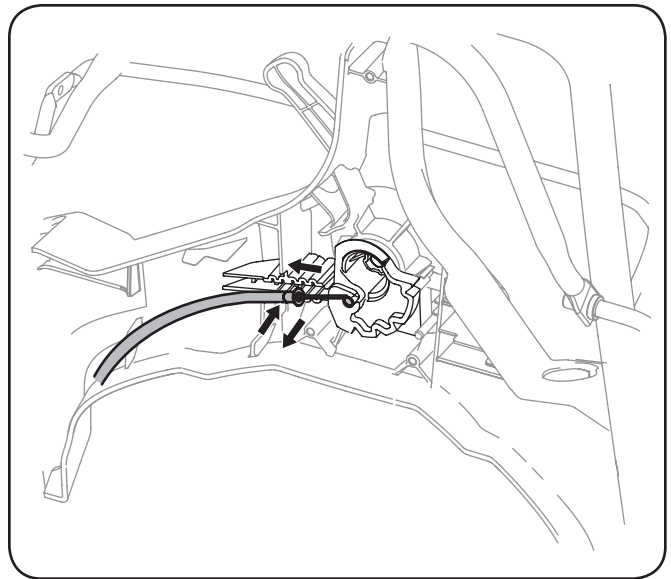

Figure 6-5
7. Usando un par de tenazas de nariz de aguja o instrumento similar, mueva el ojal en el cable sólo una ranura a la izquierda en el alojamiento como mostrado en la Fig. 6-5.